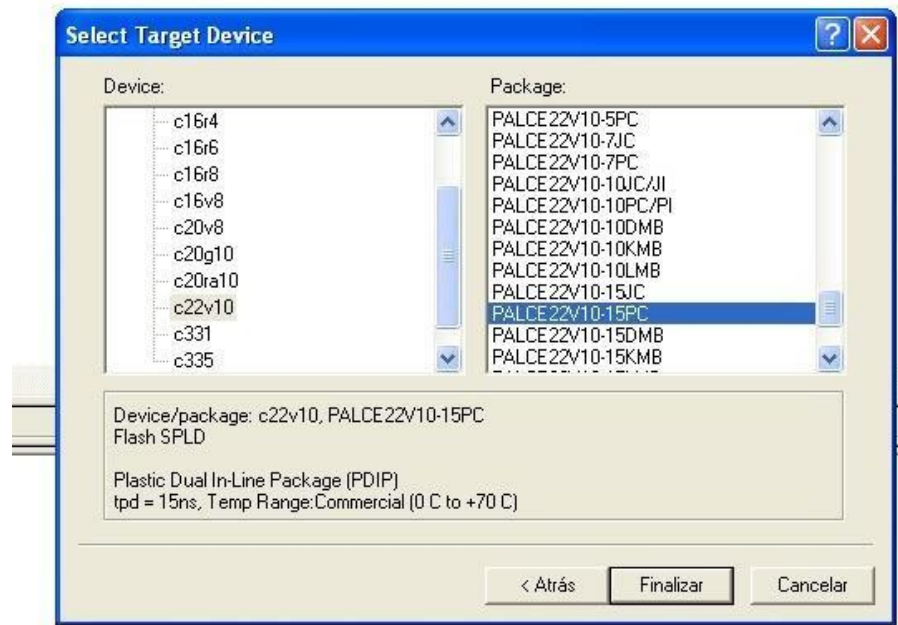

Figura 2. Selección del tipo de dispositivo.
- b) Se da clic en **<siguiente>** y aparece una nueva ventana que da la opción para agregar el archivo **.vhd**, lo cual haremos después, por lo que se da clic en **<siguiente>**, lo que abre una nueva ventana que permite seleccionar el dispositivo a utilizar (ver figura 2). En esta práctica se utilizará un dispositivo del tipo GAL22V10, que es un **SPLD**, localizado dentro de **C22V10** y se selecciona el PALCE22V10-25PC ó -15PC, según sea su retardo de programación (**speed (ns)**) y se da clic en **<Finalizar>**.